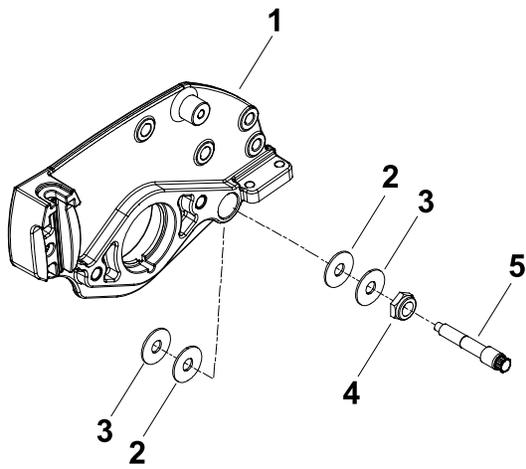

图 13
7. 先后将金属垫圈和塑料垫圈滑到各个底刀架枢轴螺栓上图 13。
- 将金属垫圈和塑料垫圈放置在底刀架与各个滚刀组侧板之间图 13。
- 安装底刀架枢轴螺栓总成图 13。